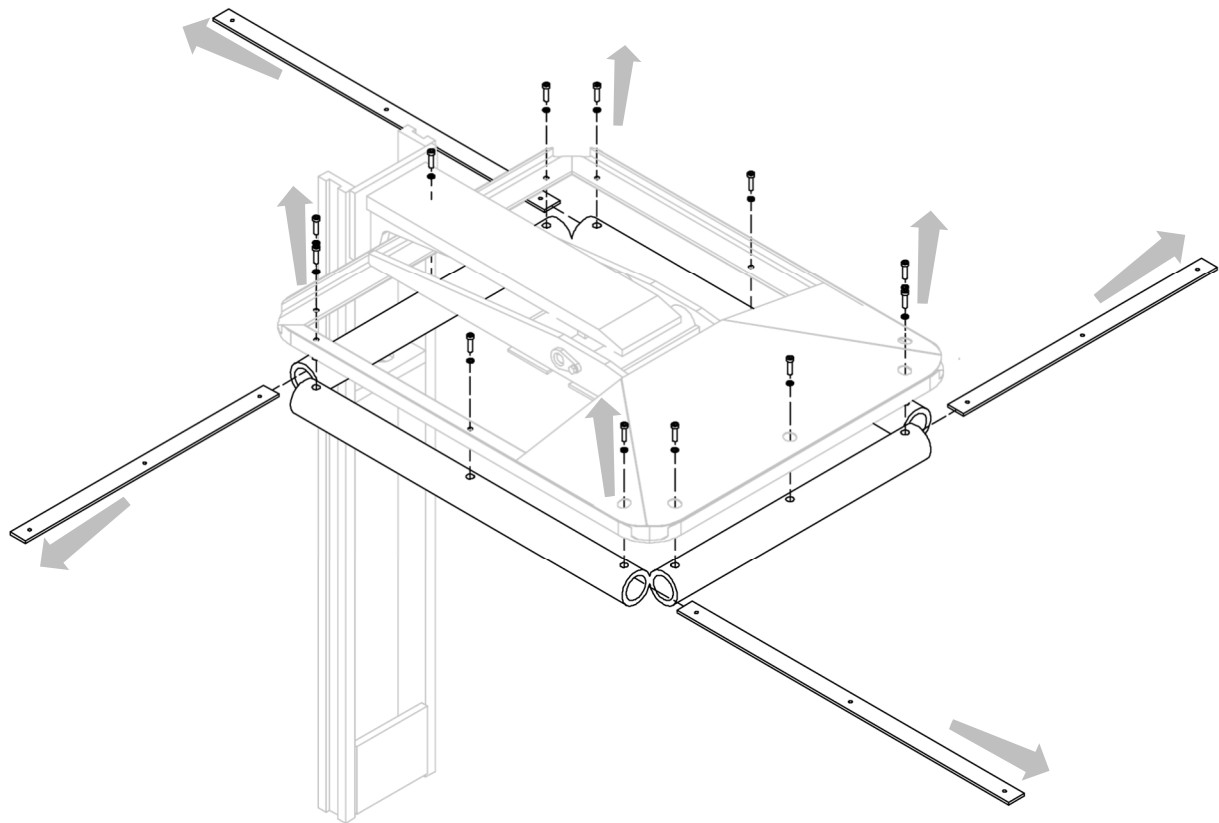

Abbildung 9
3. Entfernen Sie die Gummischläuche nach dem Entfernen der entsprechenden Befestigungsplatten (siehe *Abbildung 9*).